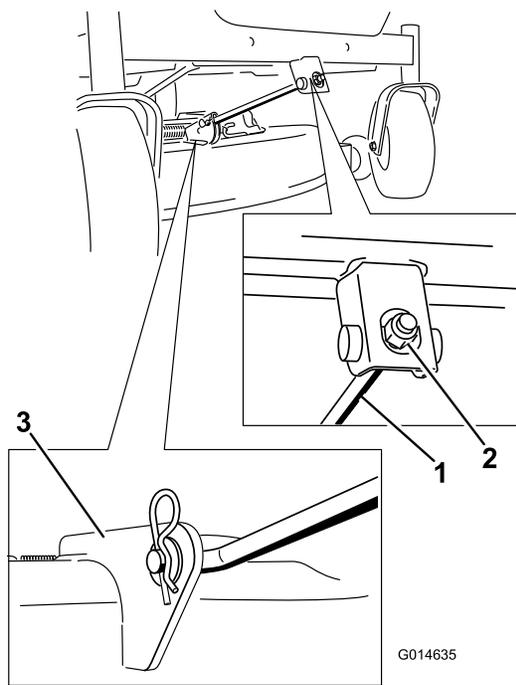

Bild 63
5. Entfernen Sie den Splint von der vorderen Stützstange und nehmen Sie die Stange aus der Mähwerkhalterung (Bild 63). Lassen Sie die Vorderseite des Mähwerks vorsichtig auf den Boden ab.
6. Befestigen Sie die vordere Stützstange mit den Lastösenbolzen und Splints am Mähwerk (Bild 63).